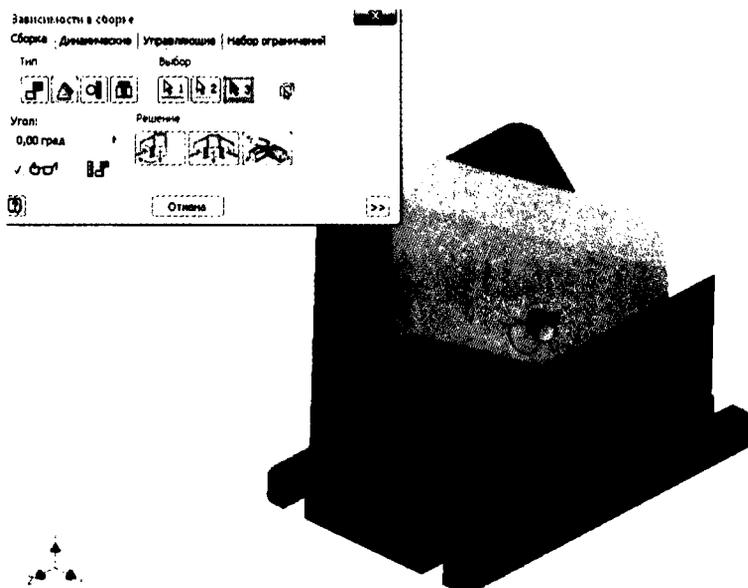

Рис. 4.6. Сложные зависимости добавляют надежности и стабильности
5. Для второго – щелкните на грани красной детали, как показано на рис. 4.6.